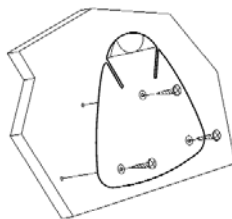

Fig. 2
2. テンプレートに「A」と記された3つの2.5mm穴を開け、付属のタッピングねじを使用して、クリップブラケットを取り付け面にねじ込みます（図2）。